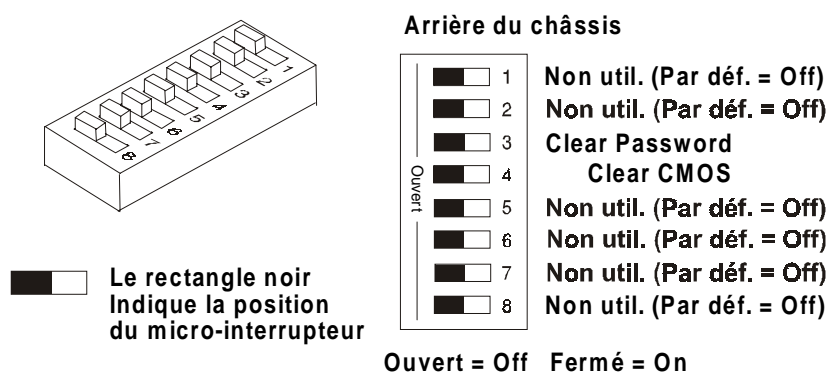

Figure 10-1. Positions des micro-interrupteurs de configuration
2. Basculez le micro-interrupteur 4 (micro-interrupteurs de configuration) se trouvant sur la carte système (comportant la mention "Clear CMOS") sur la position ON. Reportez-vous au figures 10-1 et 10-2.
3. Basculez le micro-interrupteur 3 (micro-interrupteurs de configuration) sur la carte système (portant la mention "Clear Password") sur la position ON. Reportez-vous aux figures 10-1 et 10-2.